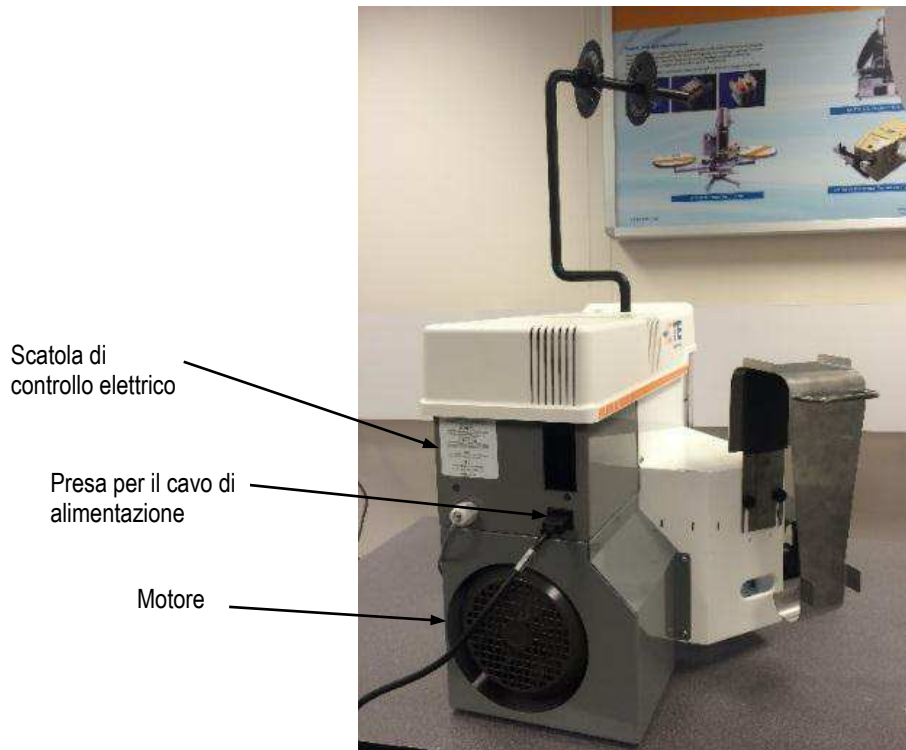

Figura 7
1. Il **gruppo motore** comprende un motore CA che aziona l'albero a gomiti. Vedere la Figura 7 e 8. Il motore è attivato a ogni ciclo e ruota l'albero a gomiti facendogli compiere un giro completo. Un dado sull'albero a gomiti consente a quest'ultimo e al motore di essere sottoposti a cicli manualmente. Si accede al dado tramite un pannello a incastro nella copertura superiore.